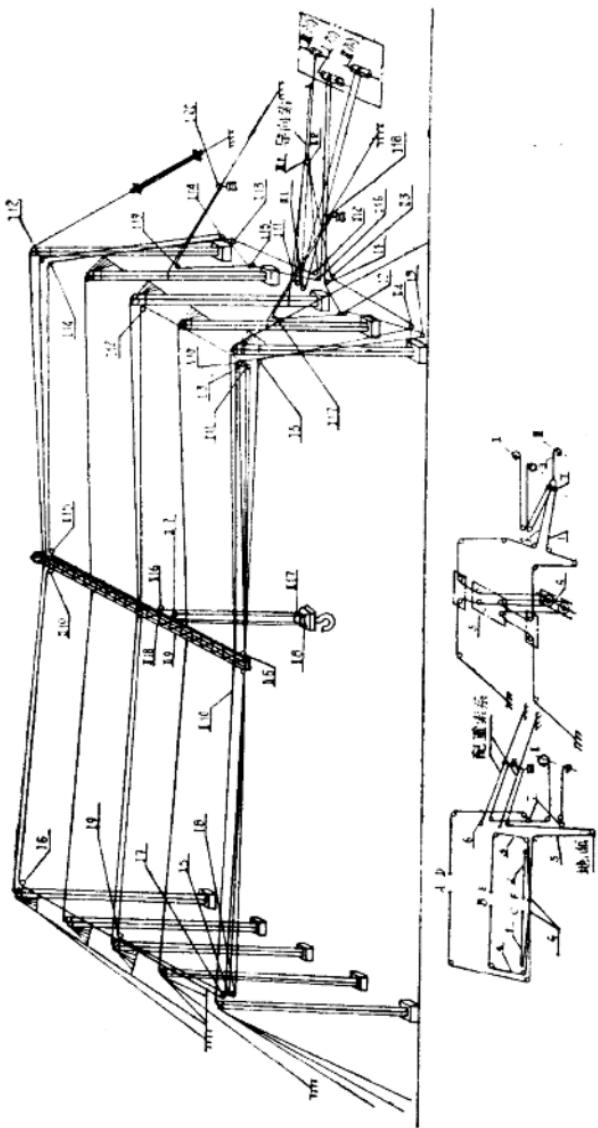

图1 I: 吊索行走系 II: 跑车行走升降系统
1) 吊梁行走索系：(见图1) 绳1和2的一端分别固定于吊梁的C和F点，另一端与绳5在G点相接。绳3和4的一端分别固定于吊梁的B和E点，另一端与绳5在G点相接。绳5的一端固定在吊梁的A点，绕过定滑轮在G点与绳1、2、3和4相接后，通过导向定滑轮及与配重索系相连的动滑轮7，再绕在绞盘机I筒的一侧。绳6的一端固定在吊梁的D点，通过导向滑轮及动滑轮7后，以和绳5相反的方向绕在绞盘机I筒的另一端。
2) 小车行走升降索系：(见图1) 绳1和2的一端固定在地上，绕过吊梁两端的导向滑轮，小车5的导向滑轮、吊勾4的动滑轮及动滑轮7，按正反方向绕在绞盘机II筒的两端。绳3一端结在动滑轮组7上，另一端绕在绞盘机III筒上。